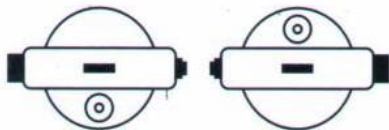
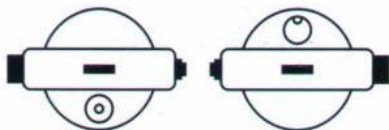

图 9
图 10
5.1.2 将仪器旋转 180° , 若气泡不偏离为正常 (如图 9), 若气泡偏离时 (如图 10) 按下列方法调整; 调整脚螺旋⑩将气泡回复到